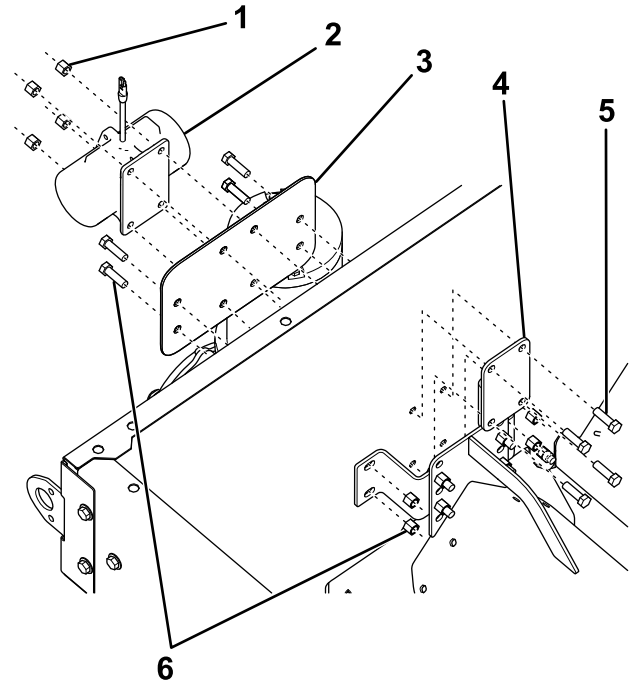

图2
4. 使用倒 V 形支架上的现有五金件将安装板固定到料斗上图2。
5. 用 4 个螺栓、支撑板和 4 个锁紧螺母将振动器固定到安装板和料斗上图2。